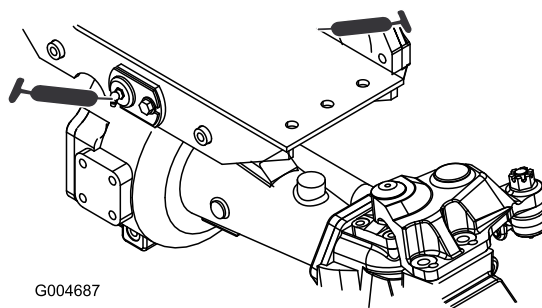

Figura 59
- Boccole orientabili (2) dei ponti anteriore e posteriore (Figura 59)